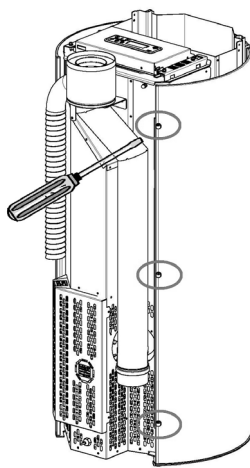

Fig. 72 - Usunąć śruby
- Odkręcić tylne śruby ścianek bocznych (zob. **Fig. 72**).